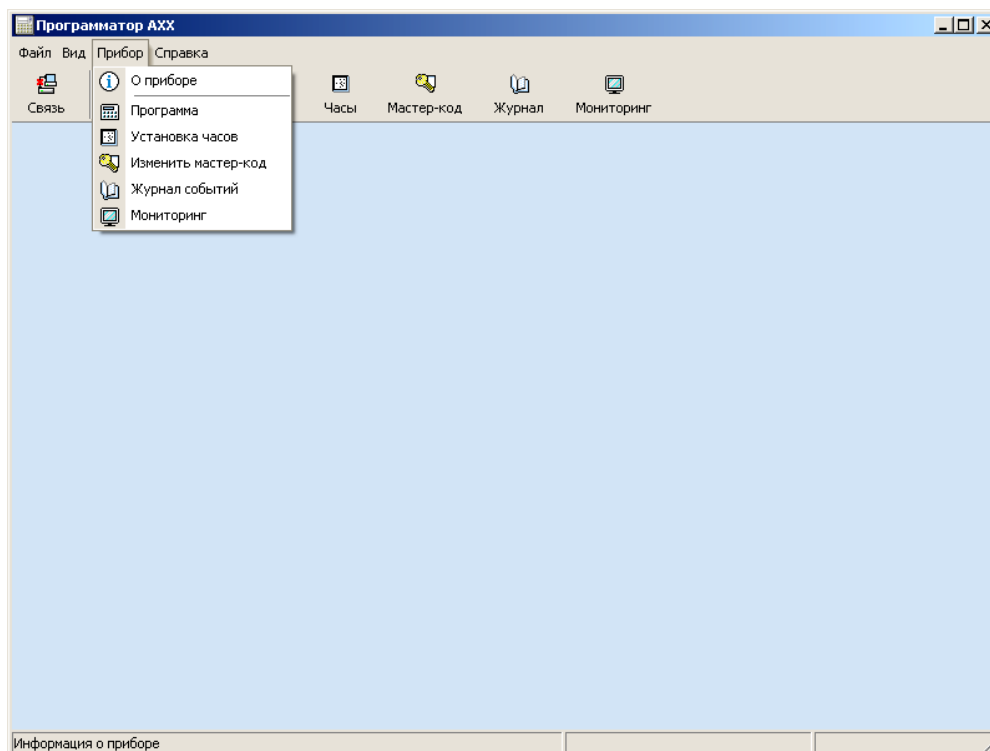

Рисунок 14 – Раздел главного меню «Прибор»
2.3.2.3 Раздел главного меню «Прибор» предоставляет возможность пользователю выполнять действия описанные в п.п.2.3.1 содержит следующие пункты, рисунок 14: